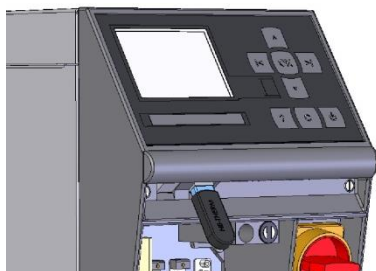

Abb. 15: Csatlakoztassa az USB adattárolót
2. Csatlakoztassa az USB adattárolót (Abb. 15).